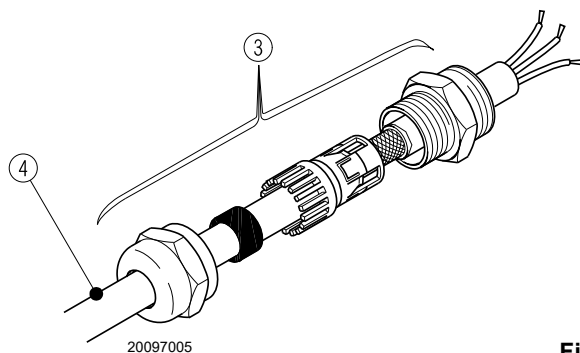

Fig. 24
- Blindar el cable 4) que proviene del VSD (Inverter) como se ilustra en Fig. 24, utilizando el racor 3);